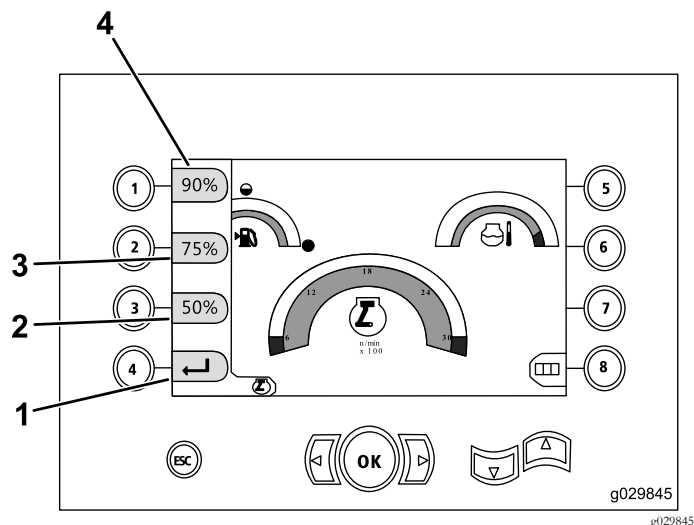

Рисунок 6
- Нажмите кнопку 1 для включения 90% частоты вращения двигателя (в об/мин), как показано на Рисунок 6.
- Нажмите кнопку 2 для включения 75% частоты вращения двигателя (в об/мин), как показано на Рисунок 6.
- Нажмите кнопку 3 для включения 50% частоты вращения двигателя (в об/мин), как показано на Рисунок 6.
- Нажмите кнопку 4 для возврата на главную страницу управления (Рисунок 6).